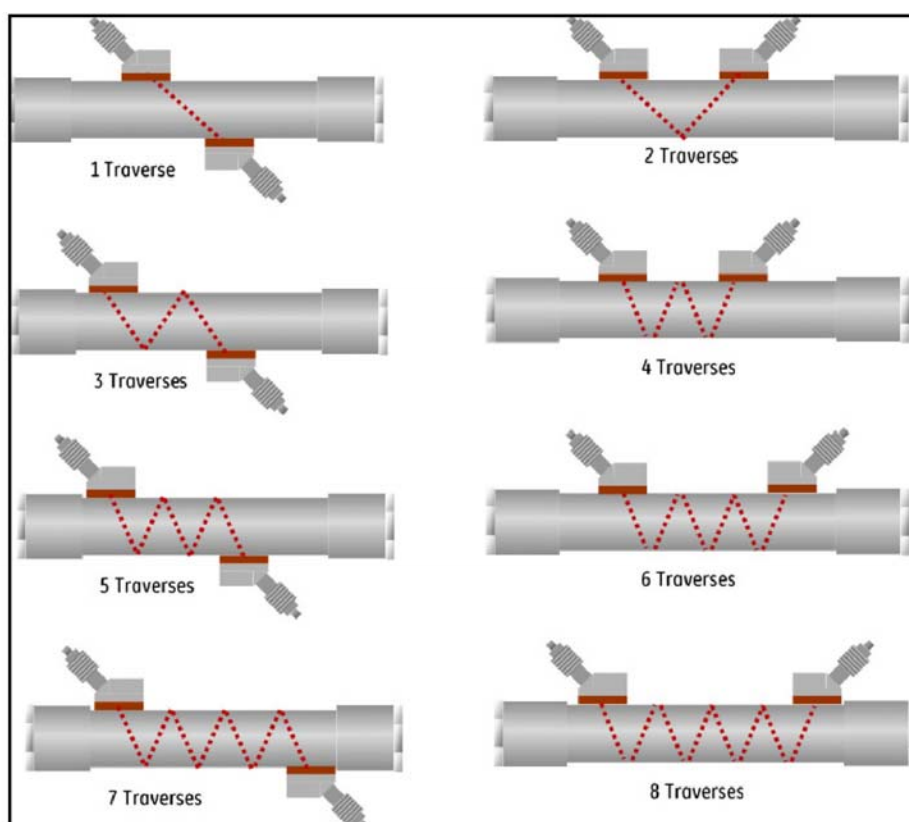

図 73: トラバースの構成
2. [No. of Traverses]のインストールとトランスデューサの設定に基づいて、トランスデューサをプログラムします。メーターでサポートされているトラバース構成については、図 73 を参照してください。通常は、2トラバースインストレーションが使用されます。